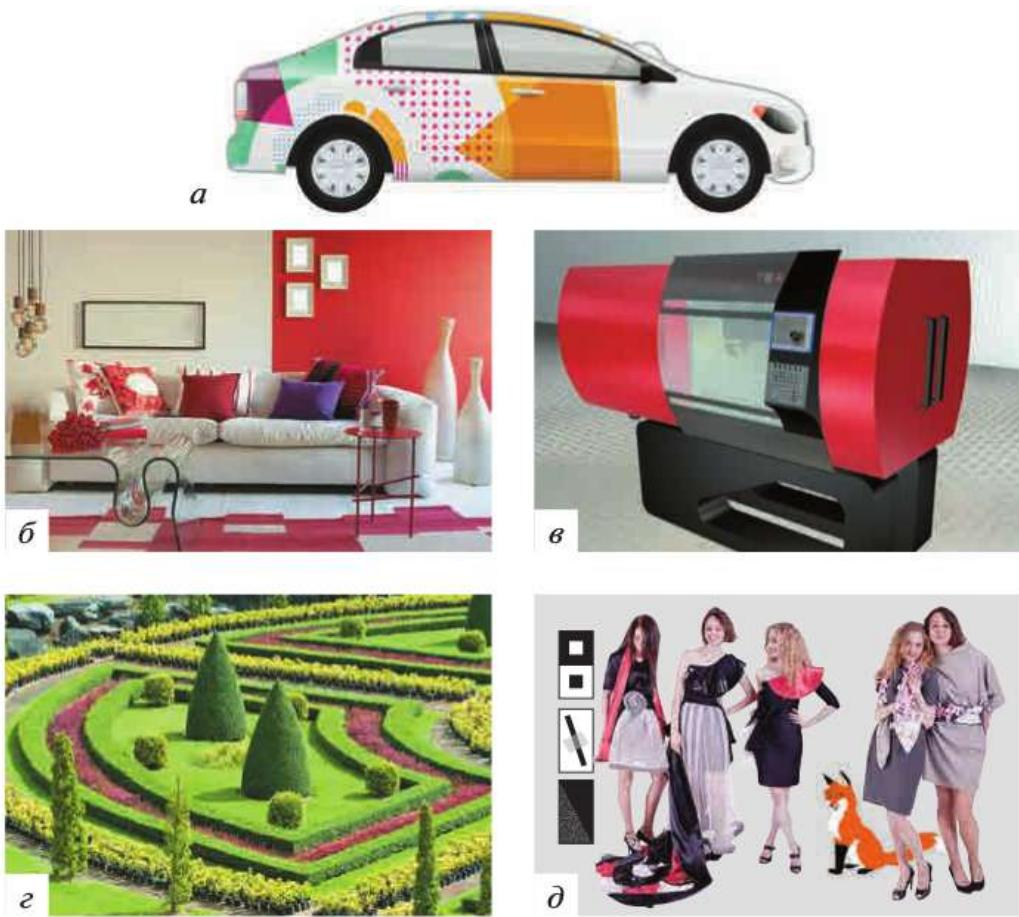

Рис. 1.4. Виды дизайна:
- средовый дизайн — дизайн интерьера, городской среды, выставочной среды (рис. 1.4).